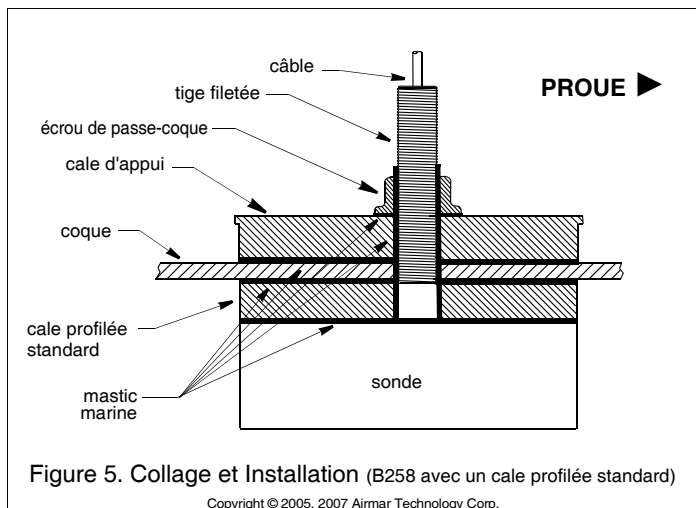

Figure 5. Collage et Installation (B258 avec un cale profilée standard)
- Enlevez l'écrou de coque (voir Figure 5).
- Appliquez une couche de 2 mm (1/16") d'épaisseur de mastic d'étanchéité marine sur les surfaces suivantes (voir Figure 5):